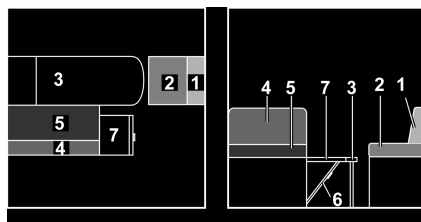

Fig. 129 Pendant la transformation
- Rabattre la rallonge de la banquette (Fig. 129,7) vers le haut et enclencher avec le rabat.
- Enlever le coussin de dossier du siège longitudinal (Fig. 129,1) et le placer de côté.
- Tirer le coussin d'assise du siège longitudinal (Fig. 129,2) vers l'avant jusqu'à la table.
- Tirer le coussin d'assise de la banquette (Fig. 129,5) vers l'avant, sur la table.
- Rabattre le coussin de dossier de la banquette (Fig. 129,4) et le tirer sur la rallonge de la banquette.
- Placer le coussin supplémentaire (Fig. 129,9) entre le coussin d'assise et le coussin de dossier.
- Placer les coussins supplémentaires (Fig. 129,10, 11 et 12) entre la cloison latérale et les coussins disposés sur la table et le plateau d'assise.